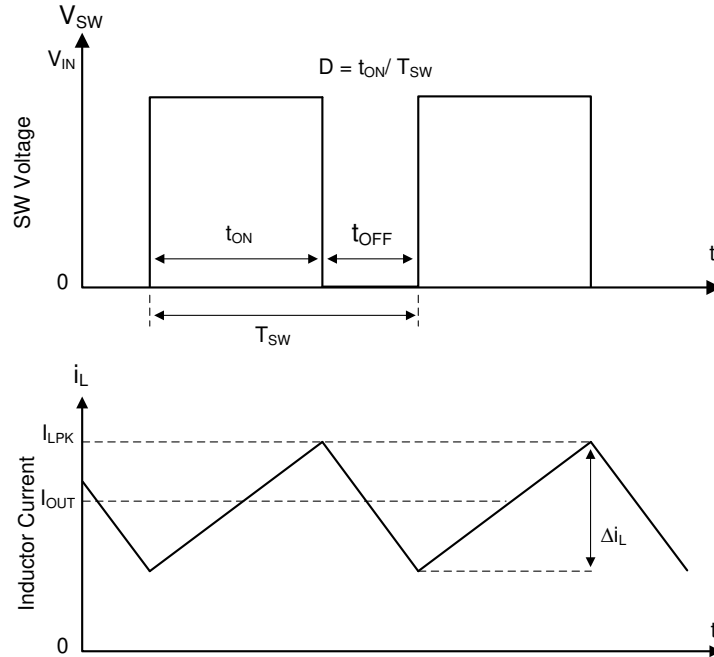

図 7-1. 連続導通モード (CCM) における SW ノードとインダクタ電流の波形
LMR544xx の以下の動作の説明は、セクション 7.2 と以下の波形 (図 7-1) を参照しています。LMR544xx は、ハイサイド (HS) およびローサイド (LS) スイッチ (同期整流器) を内蔵した同期整流降圧コンバータです。LMR544xx は、制御されたデューティ サイクルでハイサイドおよびローサイドの NMOS スイッチをオンにすることにより、出力電圧の安定化を実現します。ハイサイド スイッチのオン時間中には、SW ピンの電圧がほぼ  $V_{IN}$  まで上昇し、インダクタ電流  $i_L$  が  $(V_{IN} - V_{OUT})/L$  の傾きで直線的に増加します。制御ロジックによってハイサイド スイッチがオフになると、貫通電流を防止するデッドタイムの経過後に、ローサイド スイッチがオンになります。インダクタ電流は、ローサイド スイッチを通して  $-V_{OUT}/L$  の割合で放電されます。降圧コンバータの制御パラメータは、デューティ サイクル  $D = t_{ON}/t_{SW}$  と定義されます。ここで、 $t_{ON}$  はハイサイド スイッチオン時間、 $t_{SW}$  はスイッチング周期です。コンバータ制御ループは、デューティ サイクル  $D$  を調整することにより、出力電圧を一定に維持します。損失を無視できるような理想的な降圧コンバータでは、次の式のように、 $D$  は出力電圧に比例し、入力電圧に反比例します。 $D = V_{OUT} / V_{IN}$ 。